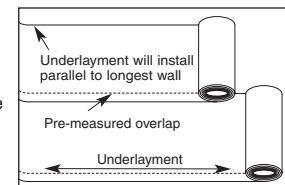

Figura 12
- La base de piso del piso flotante ya tiene cinta de doble cara para facilitar el encintado de las uniones precortadas que se superponen (Figura 12). Si se usa una base de piso no adhesiva, encinte todas las uniones con la cinta adhesiva incluida.